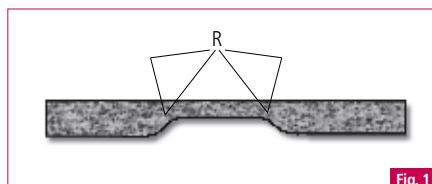

Fig. 1
- 19.5 La durée normale de chauffage est d'environ 15 à 30 minutes, selon le lot de fabrication, la température et le préchauffage du four. Une encoche au dos de la zone à former peut permettre des temps de chauffage plus courts et des rayons plus petits. **Fig. 1**.